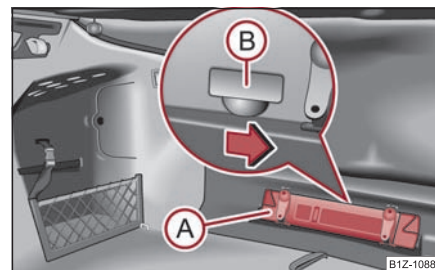

Fig. 45 Desbloqueo de emergencia de la tapa de maletero
- Sacar el triángulo de advertencia* (A) ⇒ página 49, fig. 45.
- Empujar la palanca de mando en el sentido de la flecha, a fin de desbloquear la tapa del maletero. La palanca de mando se encuentra debajo del paramento (B).